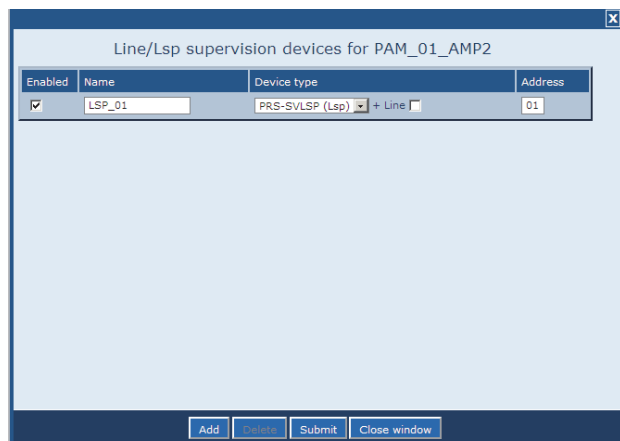

figure 44.18: Ajout d'un dispositif de supervision, étape 4
- 4 Cliquer sur le bouton *OK* pour ajouter le dispositif de supervision à la sortie audio de l'amplificateur de puissance. Un écran semblable à celui illustré à la figure 44.18 s'affiche.